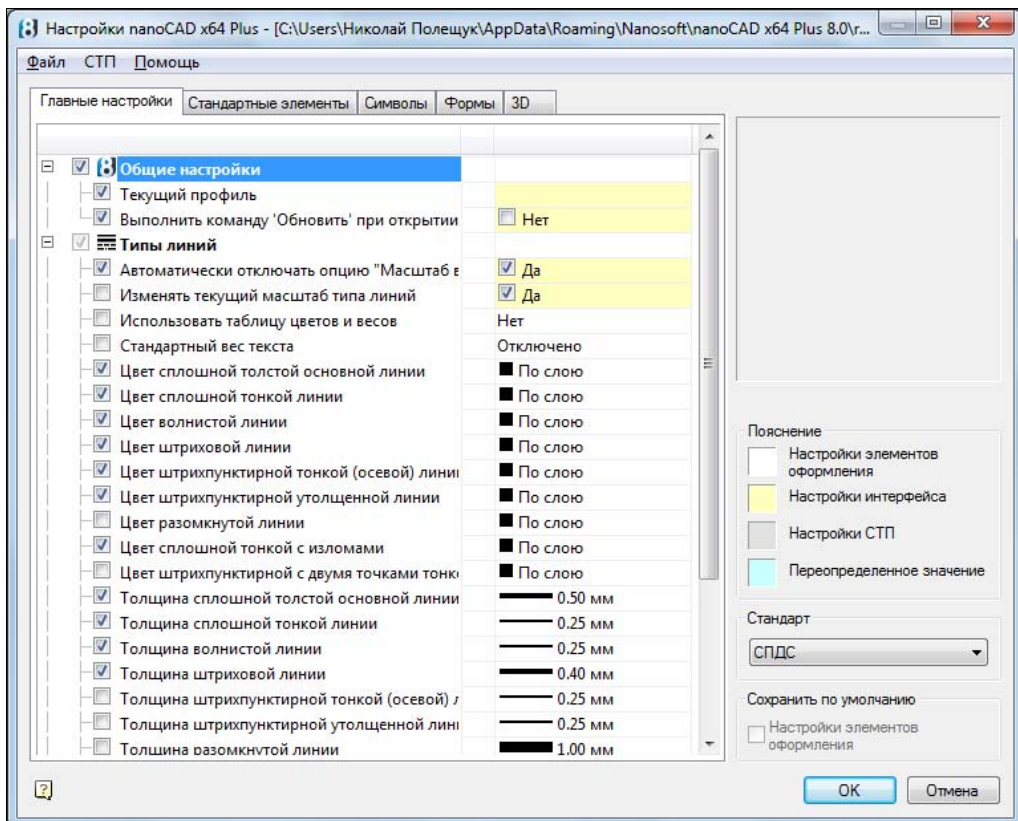

Рис. 3.14. Выбор параметров для включения в файл корпоративных настроек
- ◆ **Создать корпоративные настройки** — переход к выбору параметров, включаемых в файл СТП (рис. 3.14). Около каждого параметра появится значок флажка. Следует установить флажки для тех настроек, которые будут включены в корпоративный файл. После нажатия кнопки **ОК** будет предложено указать имя для файла СТП (например, OurSTP.xml) и папку для его сохранения;